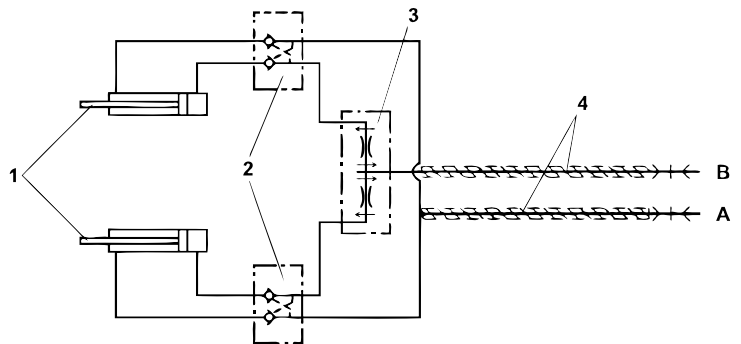

Fig.10
4.5 HYDRAULISCHE ANLAGE WALZEN (Abb. 10)
Die beiden Zylinder (1 Abb. 10) sind mit einem automatischen Sperrventil (2 Abb. 10) ausgestattet.
ZEICHENERKLÄRUNG Abb. 10 (Hydraulischer Schaltplan zur Einstellung der Walze mit zwei hydraulischen Zylindern)